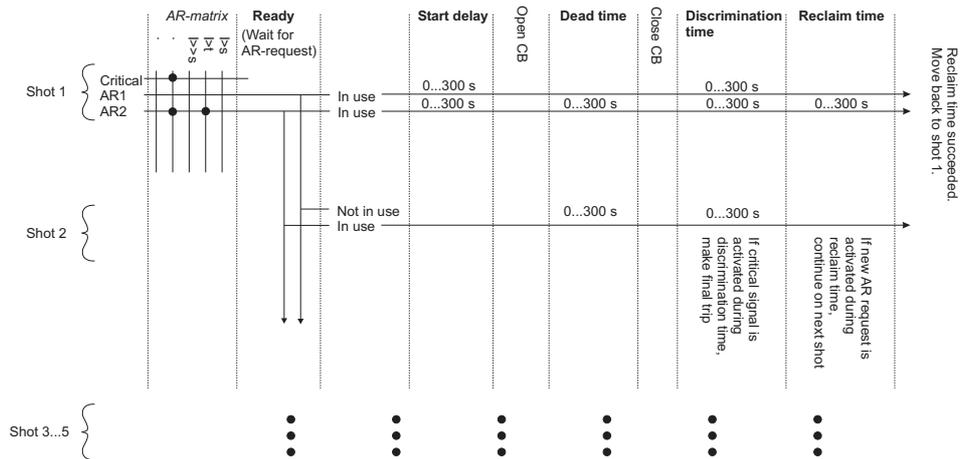

Figure 5.7-1 Matrice de refermeture automatique.
La matrice de refermeture automatique (AR) selon la Figure 5.7-1 décrit le démarrage et les signaux de déclenchement envoyés à la fonction de refermeture automatique.